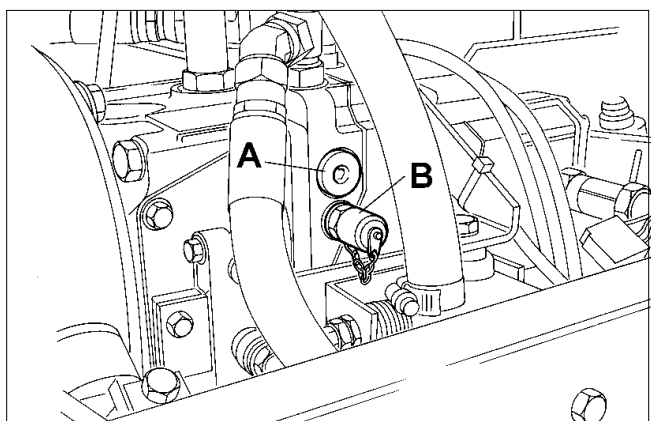

Fig.51
2. Transmission pressure reverse 210 bar (3045psi) (B Fig.51):
2. Pressione indietro della trasmissione 210 bar (B Fig.51):